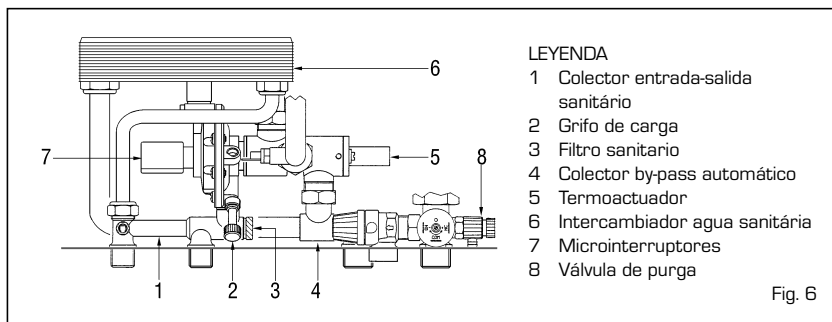

Fig. 6
A) Actuando sobre el grifo de carga de la válvula presostática (2 fig. 6).
Para cumplir esta operación accione sobre el grifo de descarga (8 fig. 6). Antes de efectuar esta operación apague la caldera.